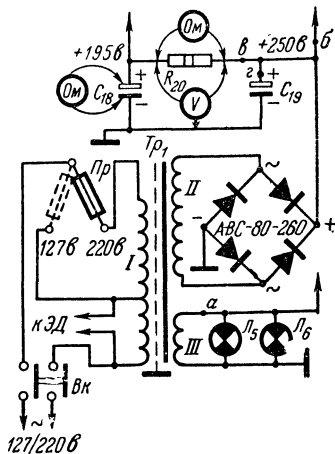

Рис. 14. Схема блока питания радиолы «Рекорд-61».
**Блок-питания** (рис. 14) — наиболее «слабый» участок любого радиоприемника или радиолы. На него падает наибольшая часть неисправностей. С него, как правило, и начинается проверка приемника.
А если при включении блока питания перегорает предохранитель? В этом случае причину, видимо замыкание, надо искать в цепи накала ламп, в том числе в патронах сигнальных лампочек, или в цепи выпрямителя. Чтобы не подозревать цепь накала, незаземленный проводник, идущий к лампам, можно временно отпаять от вывода накальной обмотки трансформатора питания (точка *a* на рис. 14). Остается только цепь выпрямителя. Но она состоит из самого выпрямителя, его фильтра и анодно-экранных цепей ламп приемника. В каком же из этих ее участков могло произойти замыкание? Отключите от выпрямителя внешнюю цепь, отпаяв от него проводники, идущие к выходному трансформатору (точка *b* на рис. 14) и резистору фильтра выпрямителя (точка *в* на рис. 14). Остается только сам выпрямитель и входной конденсатор  $C_{19}$  фильтра выпрямителя. Здесь может быть пробой или большая утечка тока в электролитическом конденсаторе  $C_{19}$ , что может повлечь за собой тепловой пробой селенового столба. Сначала проверьте омметром конденсатор, предварительно отпаяв вывод положительной обкладки от выпрямителя (точка *г* на рис. 14). Замыкание или очень малое сопротивление, показанное омметром, подтвердят наше предположение.